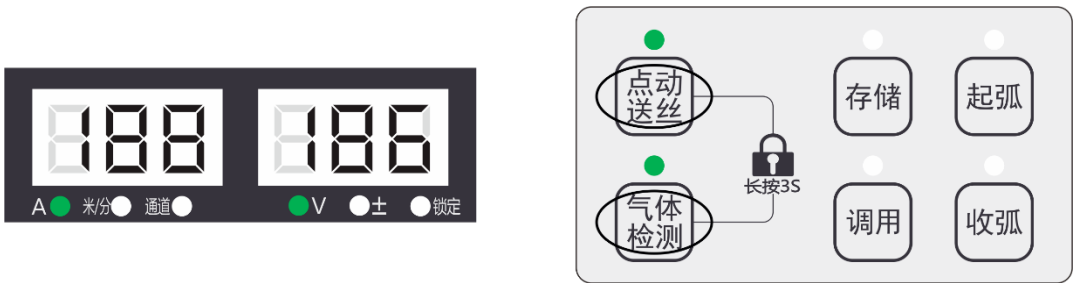

图3-27 非锁定界面
- 2. 再同时长按点动送丝键和气体检测键 3s，锁定指示灯熄灭，退出普通锁定，恢复到非锁定状态，如图 3-27 所示。